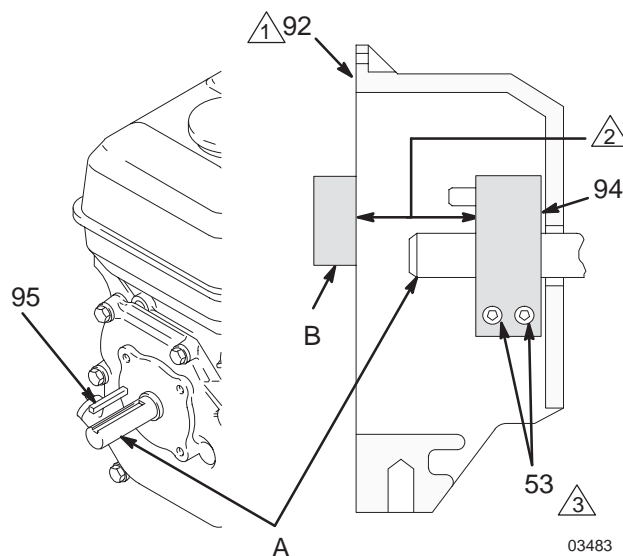

Fig. 11
1. Fig. 11. Desserrer les 2 vis (53) sur la bride (94).
2. Introduire un tournevis dans la fente de la bride (94) et démonter la bride.
1. Fig. 11. Monter la clavette de l'arbre moteur (95).
2. Enfoncer la bride (94) sur l'arbre moteur (A). Respecter les cotes de la note 2, Fig. 11.
3. Presser la bride (94) sur l'arbre moteur (A). Respecter les cotes de la remarque 2, Fig. 11.